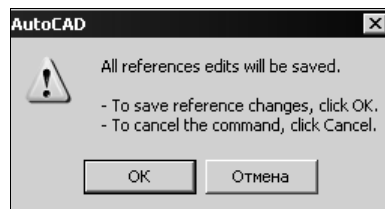
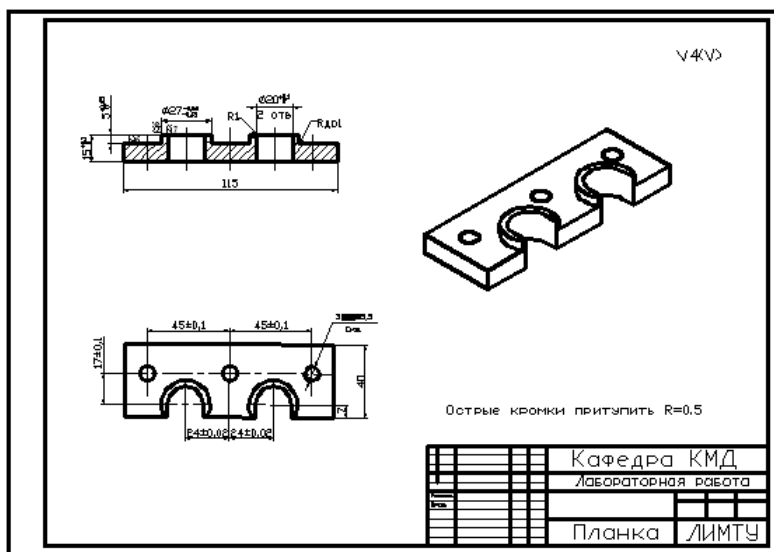

Рис. 18.12. Информационное окно для подтверждения согласия на сохранение изменений внешней ссылки
Рис. 18.13. Чертеж планки после редактирования внешней ссылки
- В появившемся информационном окне (рис. 18.12) подтвердите согласие на сохранение изменений, щелкнув мышью на кнопке **ОК**. Чертеж примет окончательный вид (рис. 18.13).